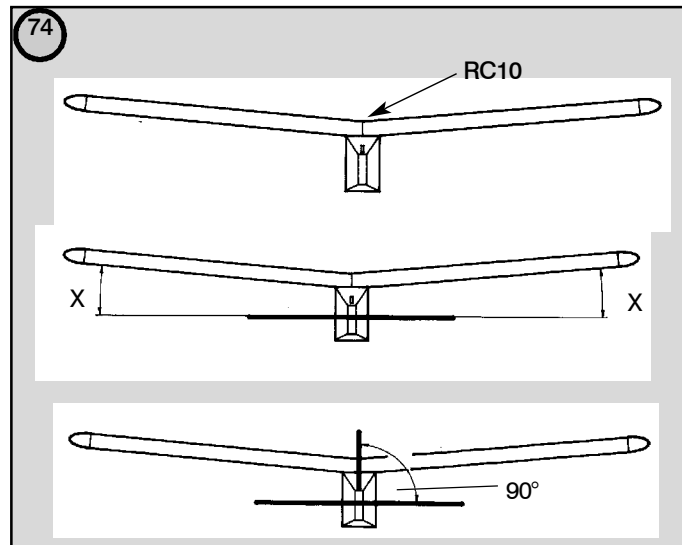

Bild 74
- Seitenleitwerk genau rechtwinklig zum Höhenleitwerk aufkleben- siehe auch Bild 74.